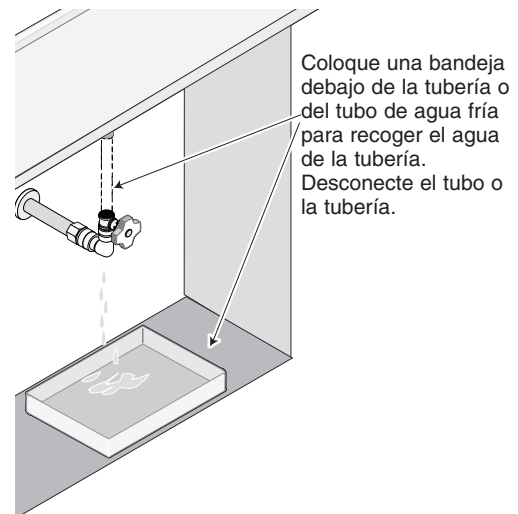

Figura 2
4. Coloque una bandeja debajo de la llave de agua fría y desconecte la tubería o el tubo de agua fría de la llave de admisión. Consulte la Figura 2.